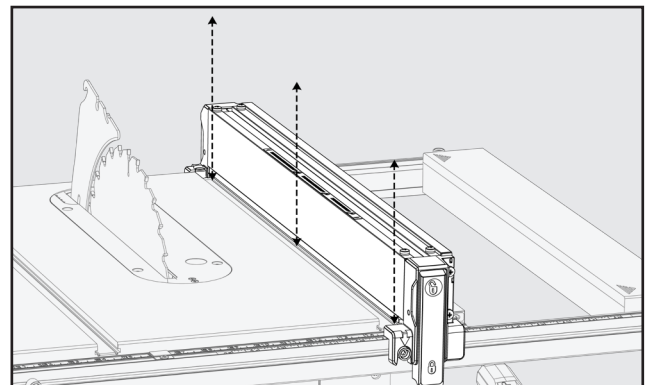

Figura 37
5. Mueva las lengüetas de extensión (con la guía fijada) de modo que la cara interior de la guía esté al ras con el borde de la ranura de inglete (que se midió en el paso 1). Vea la Figura 37.